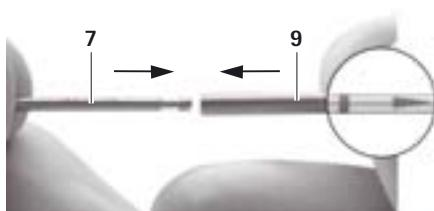

Fig. 6
– Introduzir o tubo externo 10 até ao batente no acessório instrumental 7 e sobre o tubo interno 9, ver Fig. 6.